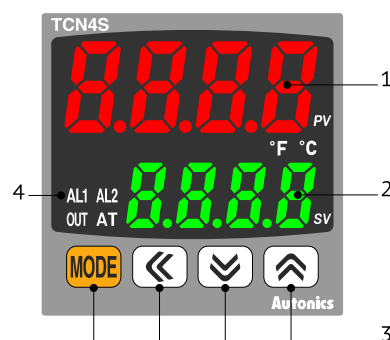

Рисунок 5
Выбор температуры приготовления осуществляется с помощью терморегулятора на панели управления. Табло терморегулятора представлено на Рис. 5. Верхняя строка (1) отображает текущую температуру в камере. Нижняя строка (2) отображает заданную температуру. Кнопки (3) служат для изменения параметров работы терморегулятора. Для изменения температуры приготовления используйте кнопки  и .